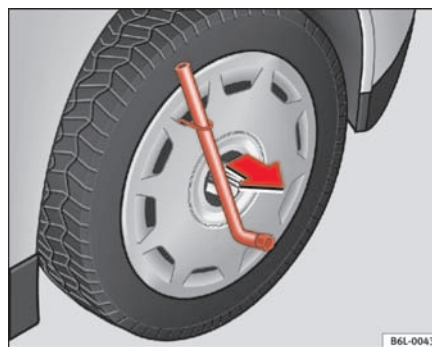

Fig. 130 Retirar embellecedor integral de rueda
- Retire el embellecedor integral de la rueda con la llave y el gancho de alambre*. ⇒ fig. 130